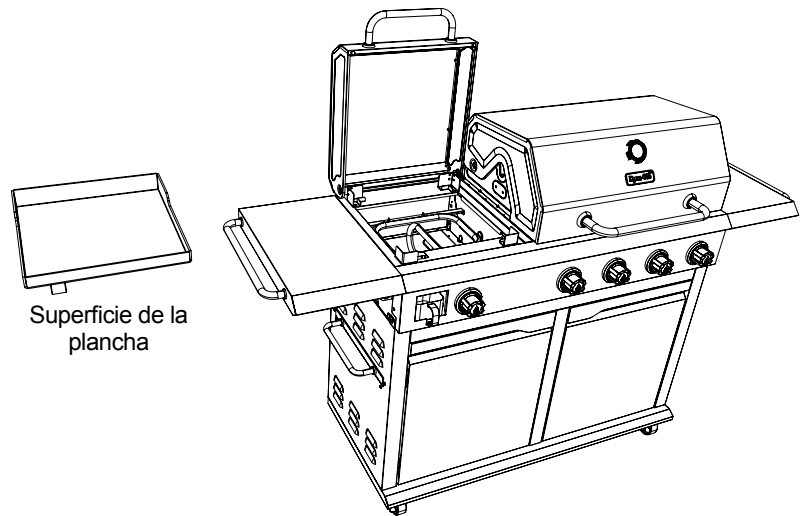

Figura 1
2. Abra la tapa de la plancha y retire la superficie de la plancha, como se muestra en la Figura 1.